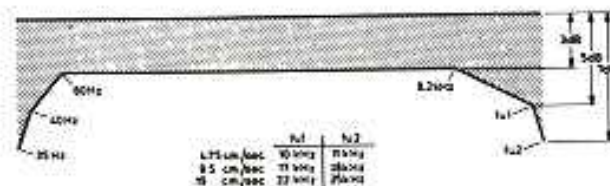

Fig. 17
- Der gemessene Frequenzgang (gegenüber dem 333-Hz-Pegel) soll innerhalb der Kurve in Abb. 17 liegen.
- Ebenso kann man bei 9,5 cm/s den Frequenzgang messen. Die höchsten Frequenzen sollen in diesem Fall 17 kHz und 18 kHz betragen (siehe Abb. 17).